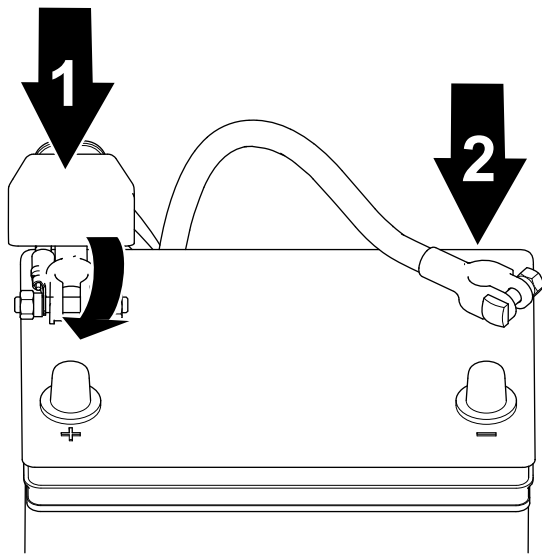

Figure 34
1. Branchez le câble positif à la batterie et serrez l'écrou de collier de la batterie (Figure 34).
2. Branchez le câble négatif à la batterie et serrez l'écrou de collier de la batterie (Figure 34).